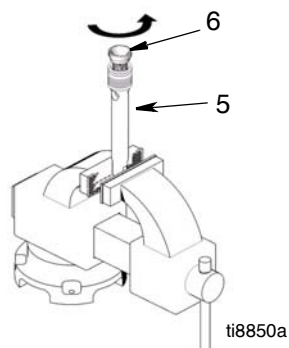

Рис. 6
6. (Рис. 6) Скрутите клапан поршня (6) со штока поршня (5). Очистите и осмотрите детали. Резьба поршня покрыта специальной герметизирующей и фиксирующей пастой. Не удаляйте эту пасту. Количество пасты достаточно для четырехкратной процедуры разборки и сборки, прежде чем потребуется нанесение состава Loctite® на резьбы.